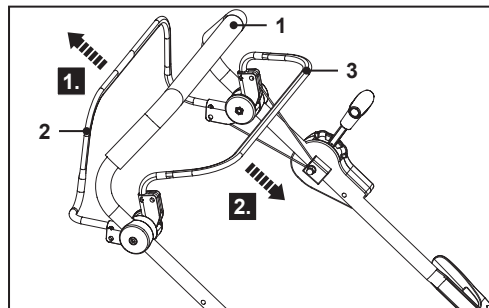

Fig. 26
1. Relâcher le levier de traction (2) pour arrêter la fonction automotrice (Fig. 26 étape 1).
2. Relâcher le levier de frein (3) pour arrêter le moteur et la lame (Fig. 26, étape 2).